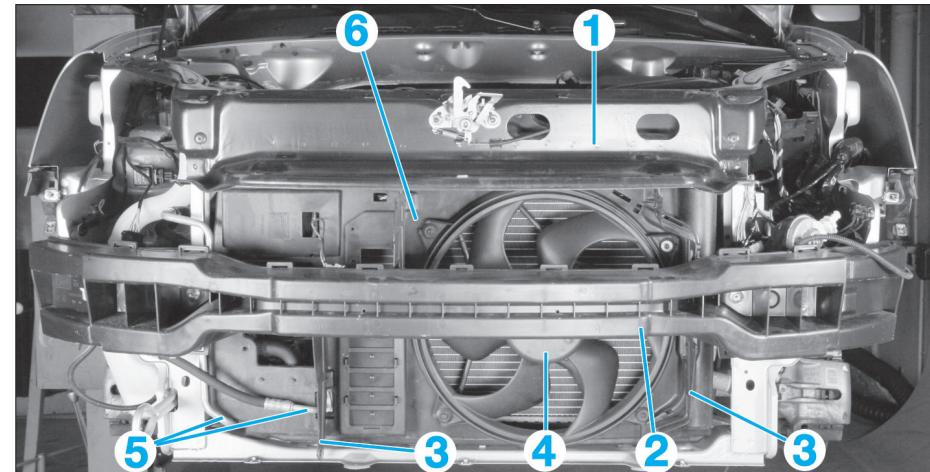

FIG. 48
- la traverse (1) (Fig.48),
- le renfort de bouclier (2),
- les déflecteurs d'air latéraux (3).